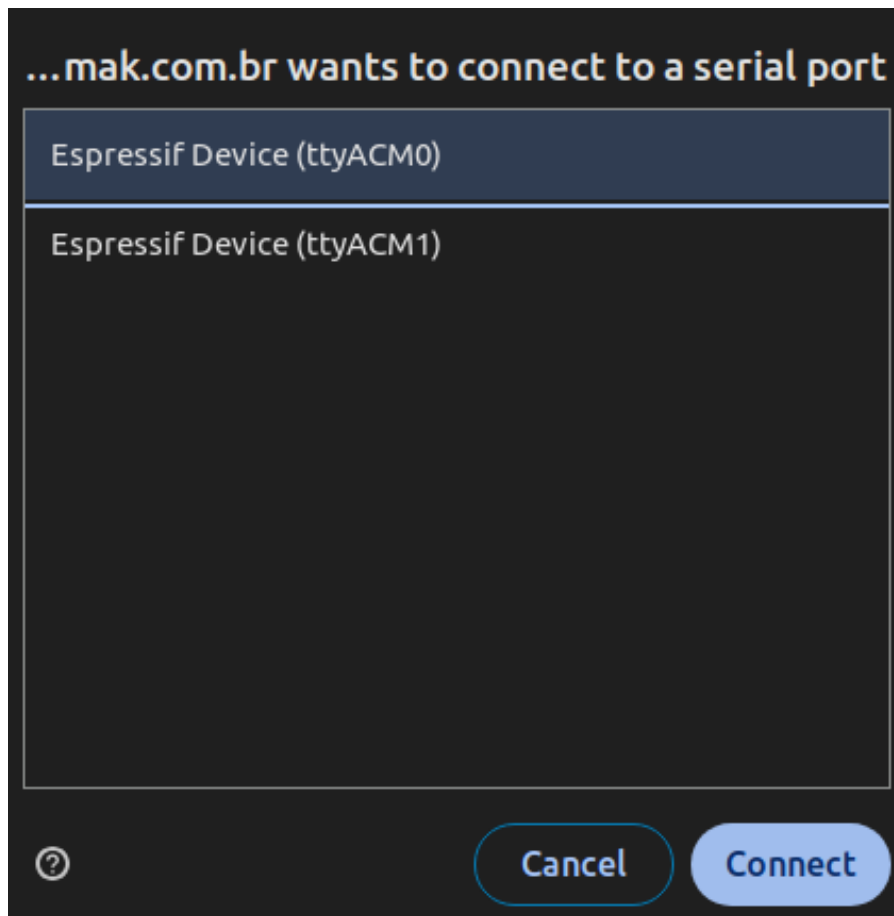

Figura 20: Conectar dispositivo Jmak.
4. **Conectar Dispositivo:** Escolha o dispositivo Jmak na caixa de diálogo e clique em "Connect"(Figura 20).